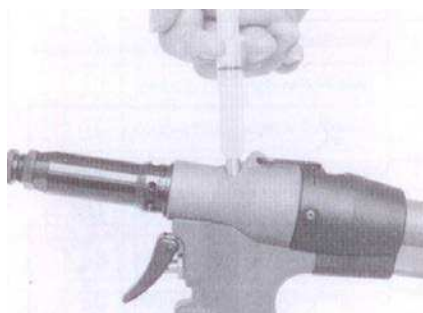

Рис. 8
4. Накрутите шприц на инструмент Рис. 8